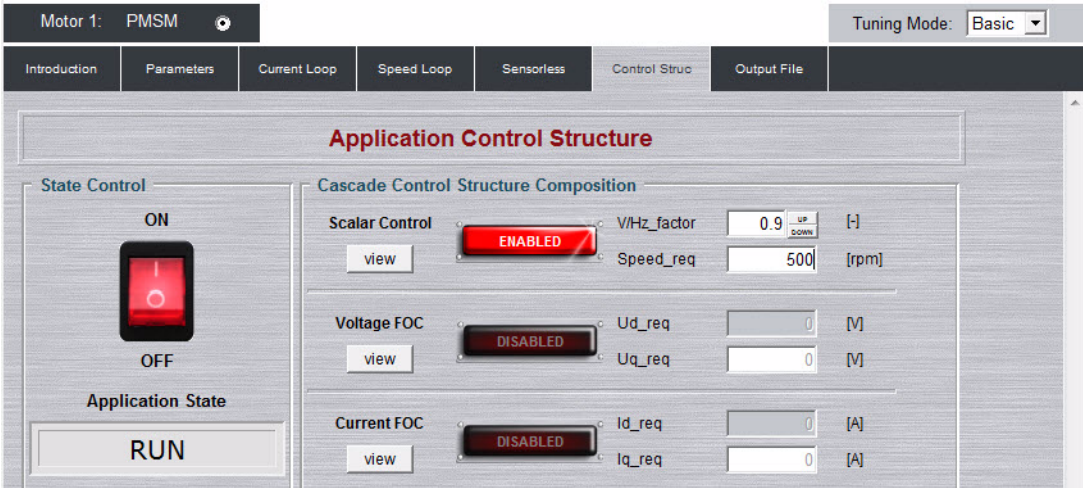

图3. 相电流
4. 在标量控制部分的Speed\_req字段中设置所需的速度值，例如500 rpm。电机开始运行，见图3。